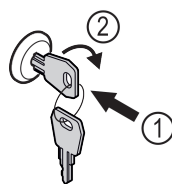

Fig. 172
- ▶ Paina avain lukkoon Fig. 172 (1).
- ▶ Kierrä avainta 90° myötäpäivään Fig. 172 (2).